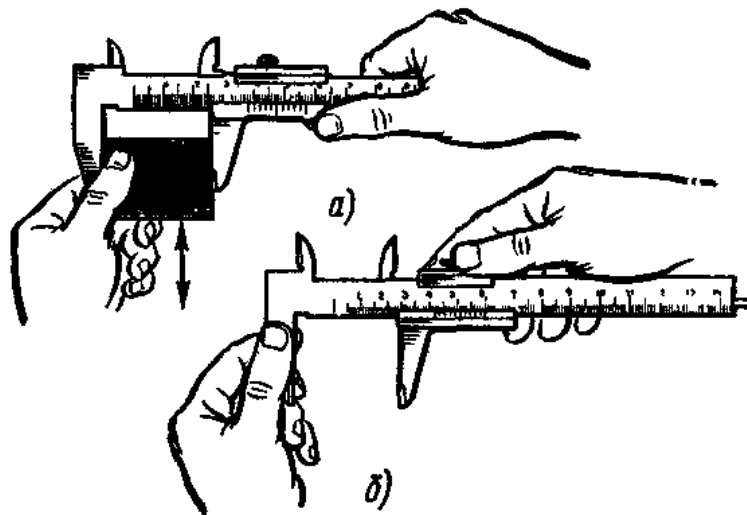

Рис. 4. Прием измерений штангенциркулем ШЦ-1
- а) взять деталь в левую руку, которая должна находиться за губками и захватить деталь недалеко от губок (рис. 4, *a*). Правая рука должна придерживать штангу, при этом большой палец этой руки должен перемещать рамку до соприкосновения с проверяемой поверхностью, не допуская перекоса губок и добиваясь нормального измерительного усилия;
- б) закрепление рамки производить большим и указательным пальцами правой руки, придерживая штангу остальными пальцами этой руки. Левая рука при этом должна придерживать губку штанги (рис. 4, *б*).